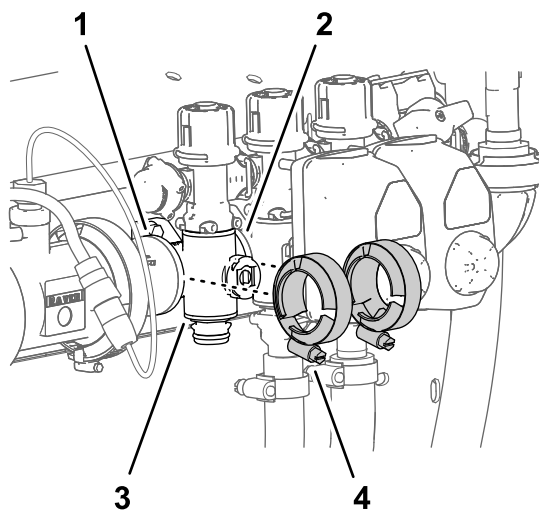

Figura 134
4. Monte provisionalmente las bridas de fijación que retiró en Retirada del distribuidor de sección \(página 90\) en las bridas del distribuidor de la válvula de sección y las bridas de las otras válvulas de sección y/o adaptadores de acoplamiento (Figura 134).
7. Apriete las 2 bridas de fijación a mano (Figura 134).